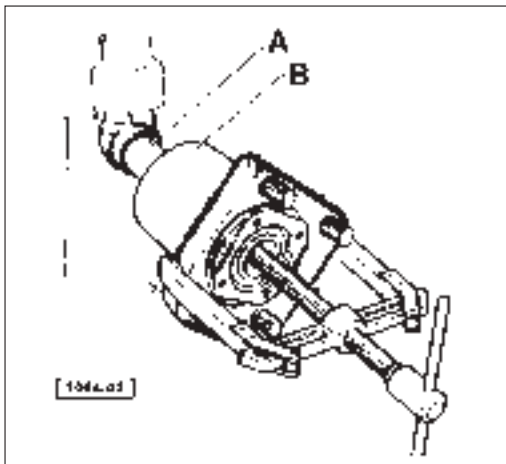

Fig. 18 - Démontage du moyeu avec un extracteur
- A l'aide d'un extracteur universel retirer le moyeu complet du pivot **B** (Fig. 18).